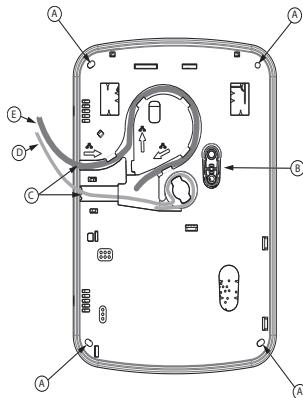

Figure 2 - Plaque arrière du TL8803GI
4. Fixez la plaque arrière au mur à l'aide des 4 trous de montage. Voir Figure 2.